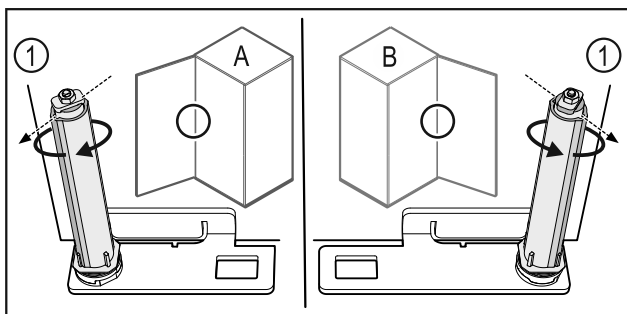

Fig. 61 Links scharnierend (A) / rechts scharnierend (B)
- Sluitsysteem tegen de weerstand in draaien tot het schot van het sluitsysteem Fig. 61 (1) naar buiten wijst.